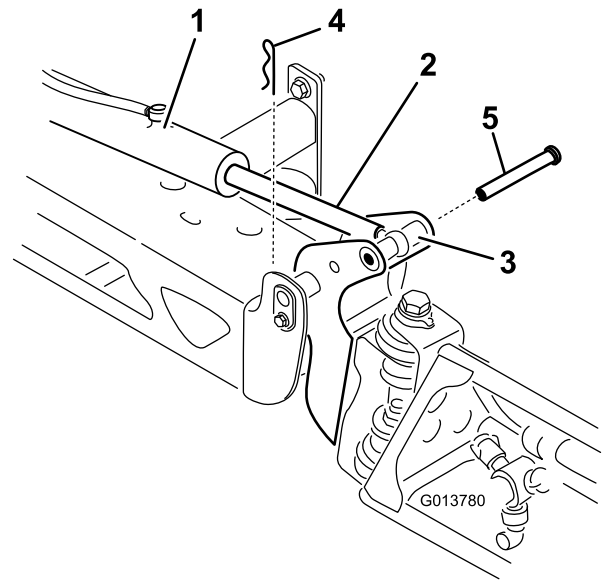

Bild 65
2. Nehmen Sie den Splint vom Gelenkstift ab (Bild 65).
3. Heben Sie den Ausleger an und nehmen den Stift (Bild 65) ab, senken Sie den Ausleger dann langsam auf den Boden ab.
7. Halten Sie den Ausleger fest und stecken Sie den Stift durch das Auslegerscharnier und die Aktuatorstange (Bild 65).